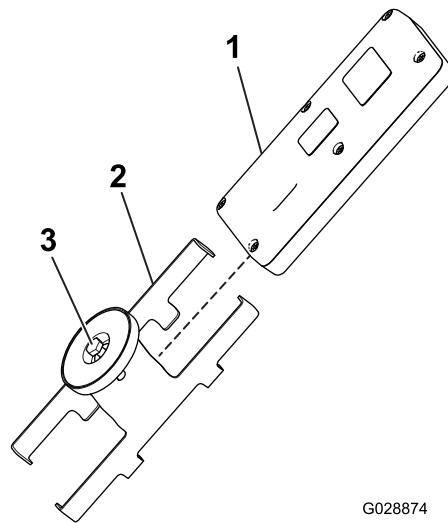

Figura 45
1. Afloje el perno del imán situado en el soporte magnético remoto (Figura 45).
2. Separe los lados del soporte y retire el control remoto (Figura 45).
- Instale el control remoto de mano en el soporte magnético remoto, una las dos mitades para ajustarlo y apriete el perno del imán (Figura 45).